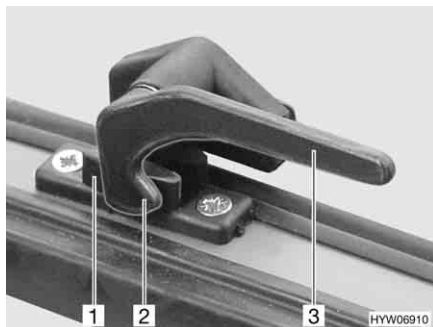

Fig. 8 Leva di serraggio in posizione "Chiuso"
- Ruotare la leva di serraggio (Fig. 8,3) di un quarto di giro verso il centro della finestra.
- Ruotare la leva di serraggio (Fig. 8,3) di un quarto di giro verso il telaio della finestra. Il nasello di chiusura (Fig. 8,2) si trova sul lato interno della chiusura della finestra (Fig. 8,1).
- In posizione "Completamente chiusa" (Fig. 8).